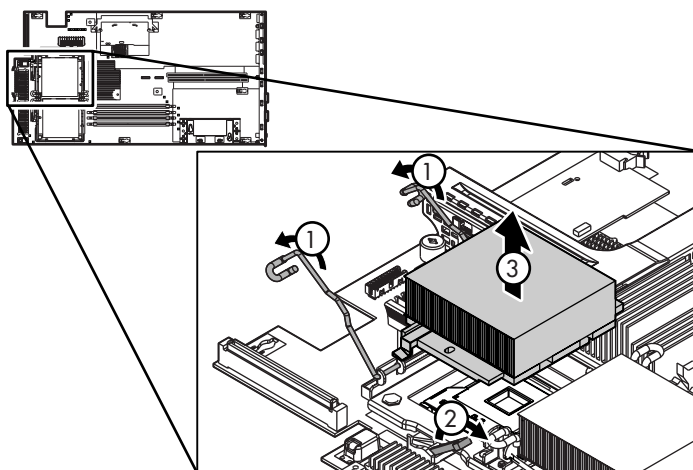

Figure 71 Retrait des clips de retenue du processeur et soulèvement du levier de verrouillage
5. Relâchez les clips qui retiennent le processeur de chaque côté du bloc processeur (1) (Figure 71).
6. Séparez le processeur du connecteur en soulevant et en faisant pivoter le levier de verrouillage sur environ 180° (2).